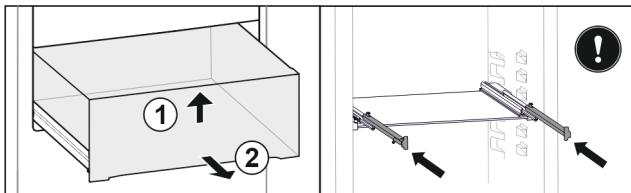

Fig. 82
- Повдигнете чекмеджето отпред. Fig. 82 (1)
- Извадете чекмеджето напред. Fig. 82 (2)